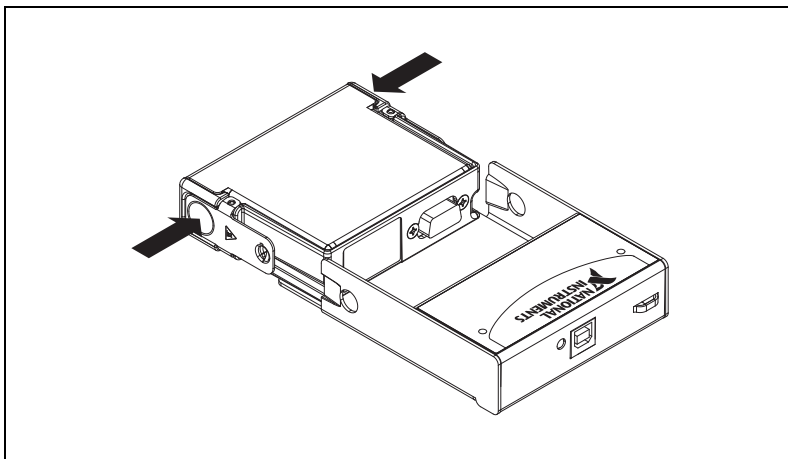

图 3 模块安装
NI 9237 模块和 USB-9162 外盒均为独立包装。请参照图 3 完成下列安装步骤：
3. 如图 3 所示，对齐 I/O 模块和机箱。